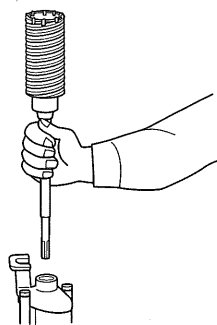

図 14
- (2) ドリルビット、およびブルポイントの取付けと同様にコアビットシャンクを本機につけます。(図 14)